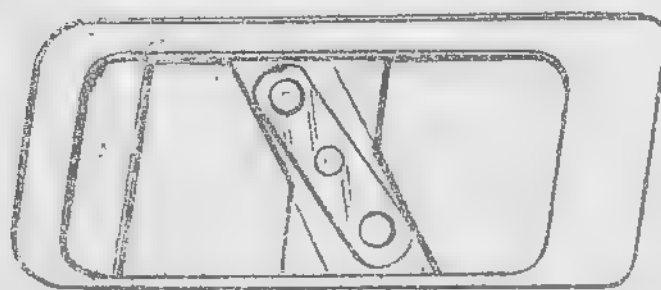

Рис. 56. Щечка.
**97. Щечки** (рис. 56) рукоятки прикрывают боковые окна рукоятки и служат для удобства держания пистолета в руке. Они